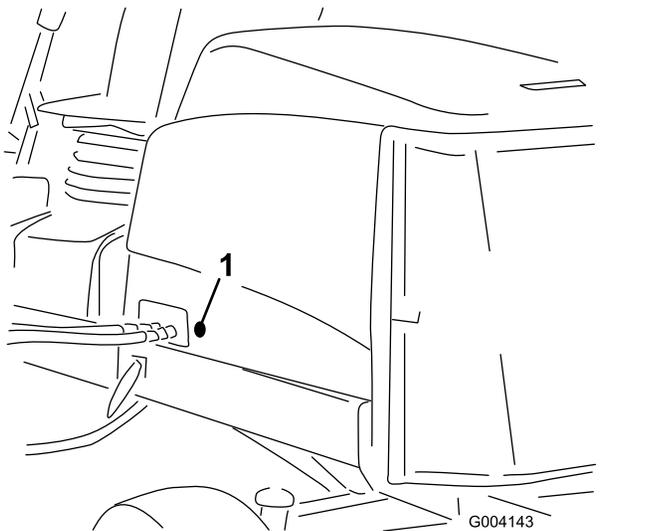

Figura 33
2. Togliete l'anello passacavi in gomma dal foro nel lato sinistro del cofano (Figura 33).